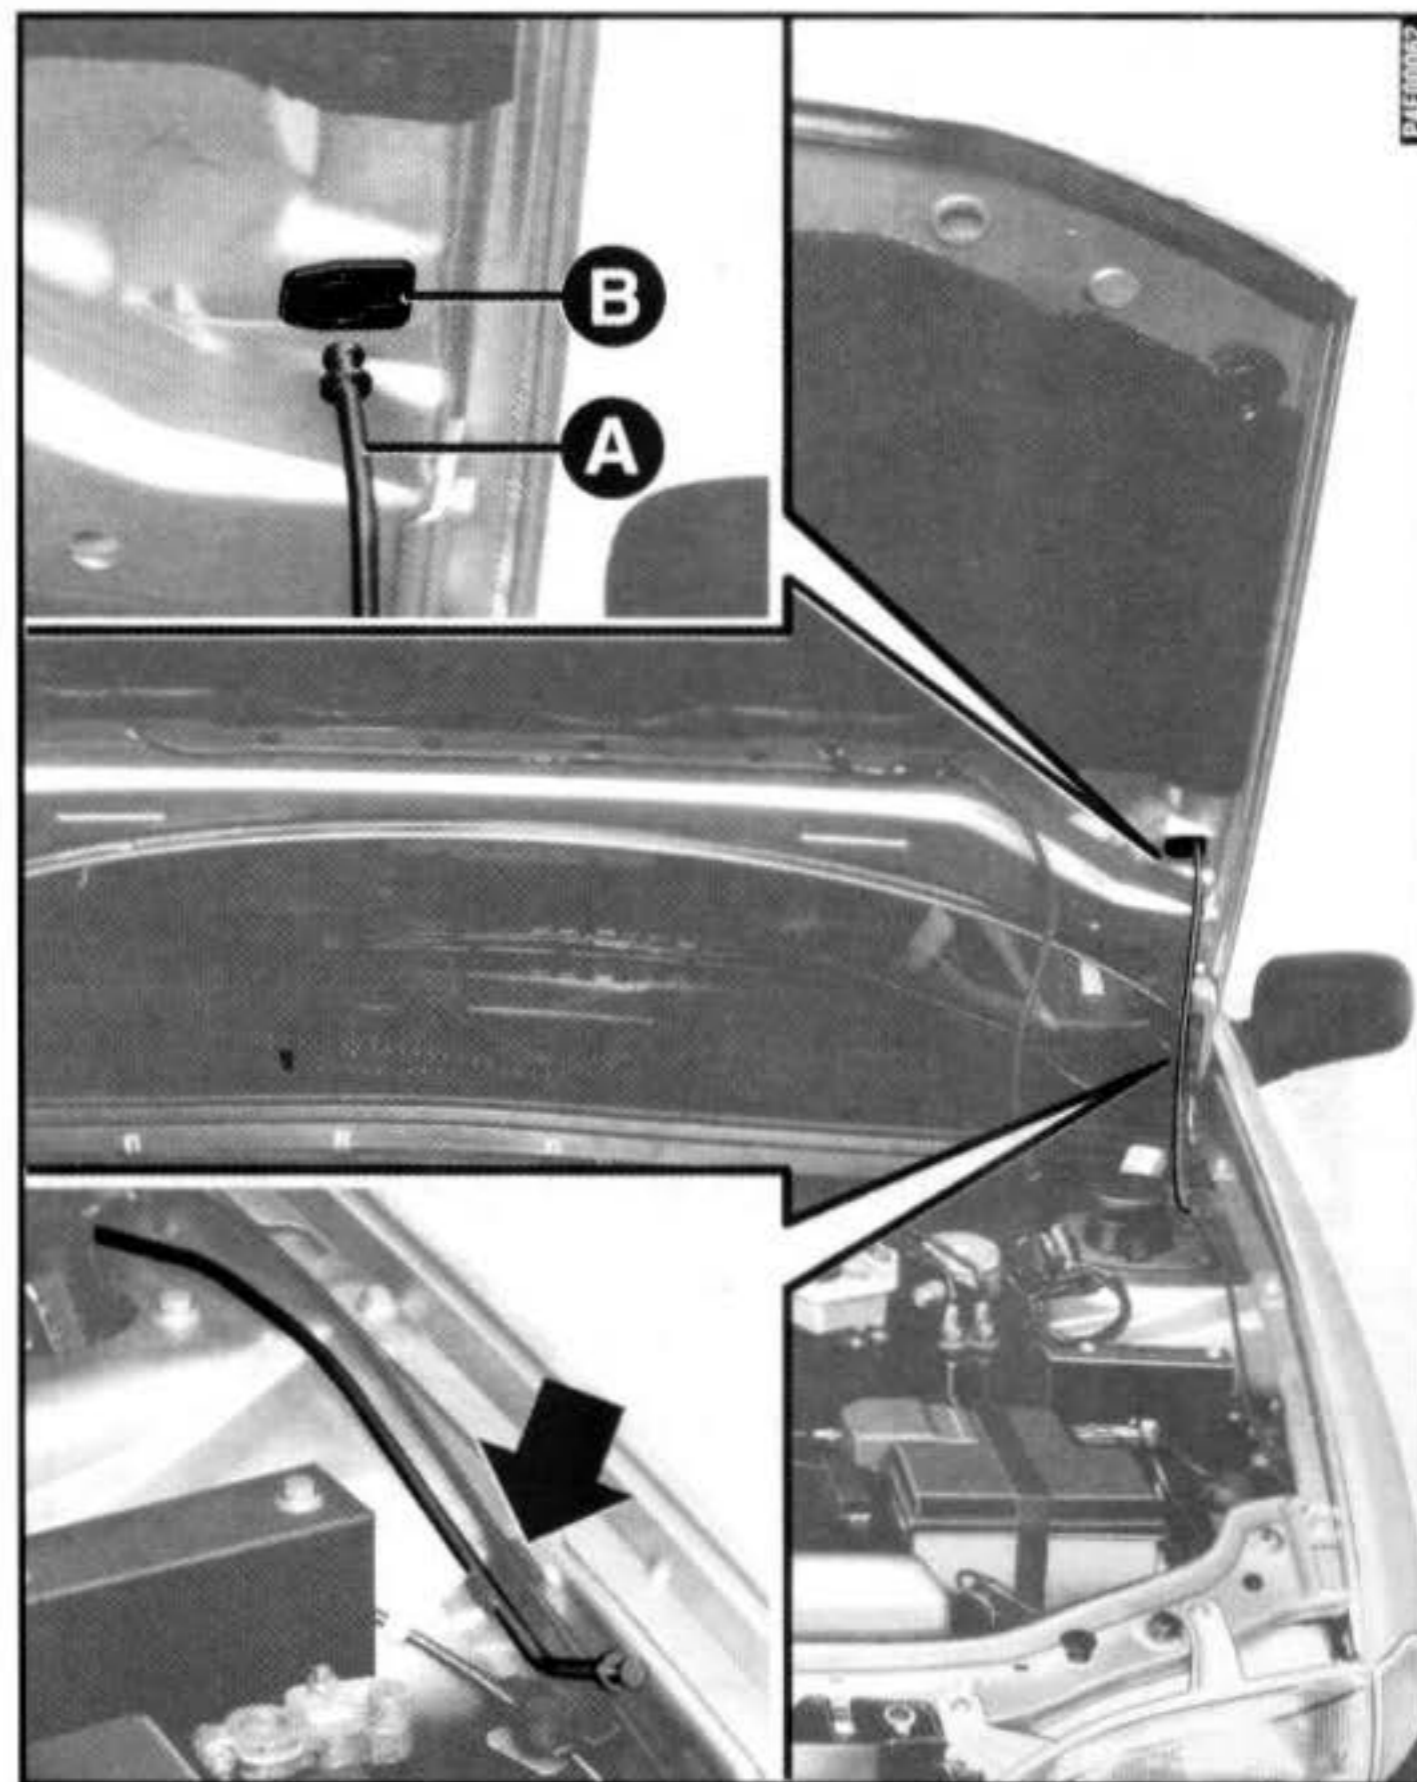

fig. 74
3) Levantar o capô segurando-o pela parte central e, simultaneamente, soltar a vareta de suporte **A**-fig. 74 do seu dispositivo de bloqueio.
- 1) Manter levantado o capô com uma mão e com a outra tirar a vareta **A-fig. 74** da abertura **B** e repô-la no seu dispositivo de bloqueio.